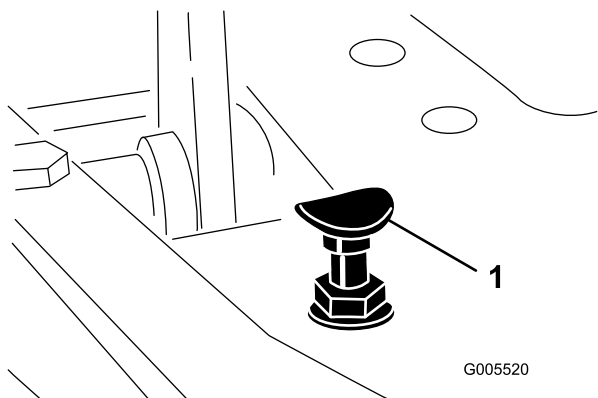

Figura 52
Per ottenere la velocità massima di trasferimento mettete la leva di comando delle funzioni in posizione di trasferimento, e premete il pedale di trazione. Se il pedale tocca il fermo (Figura 52) prima che avvertiate la tensione sul cavo:
1. Spostate la leva di comando delle funzioni in posizione di trasferimento e allentate il dado di bloccaggio che fissa il fermo del pedale alla piastra di appoggio (Figura 52);